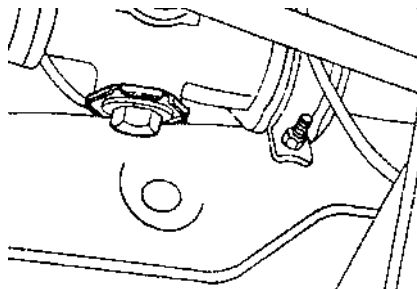

Рис. 6.7.
- ослабив контргайку (например, при помощи гаечного ключа КМ-472), завернуть регулировочную пробку до упора (рис. 6.7);